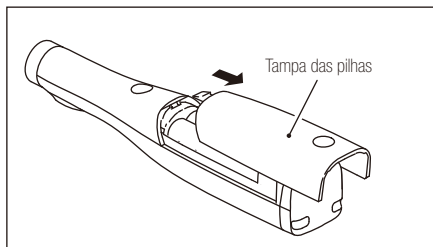

Fig. 15
- 4) Retire a tampa da pilha fazendo-a deslizar para o terminal de carga. (Fig.15)